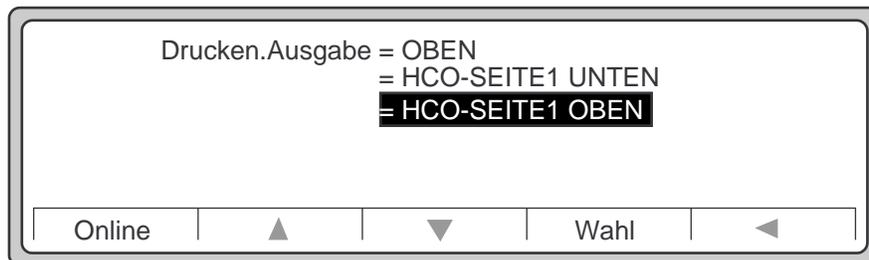

Abbildung 4-34 Untermenü Drucken.Ausgabe
4. Wählen Sie **Ausgabe** aus, um das Untermenü Drucken.Ausgabe anzuzeigen (siehe Abbildung 4-34).